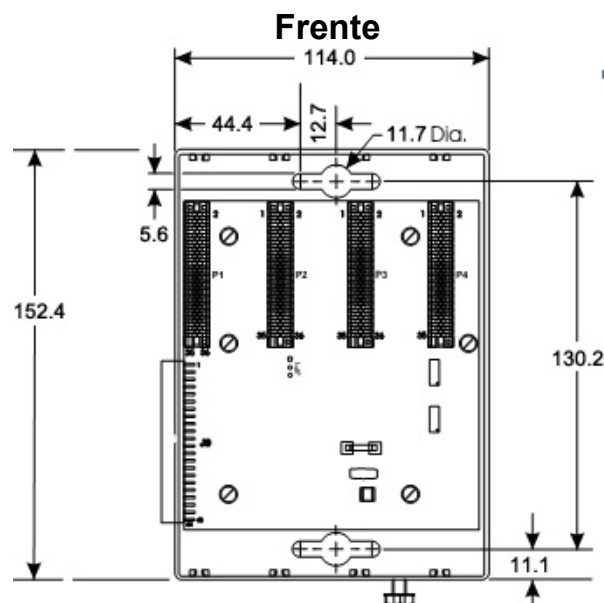

Figura 3. Dimensões do invólucro de expansão com 4 slots do ControlWave Micro (em milímetros)
- **Invólucro de expansão.** Posicione o invólucro de expansão à direita do invólucro de base e localize os orifícios de montagem, usando o invólucro de expansão como modelo (consulte a Figura 3 para conhecer as dimensões).